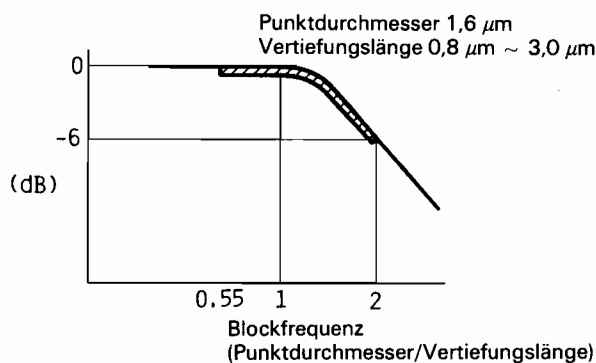

Abb. 44
Die als Vertiefungen auf der Disc gespeicherten Informationen werden von der vierteiligen Fotodiode, die vorn im Abschnitt über den AF-Schaltkreis erläutert wurde, aufgenommen. Die Informationen sind Output von IC01 (20)-Anschluß. Nachdem der obere Wertbereich zur Verstärkung mit einem Transversalfilter von Q03 ~ Q05, CP01, 02 und IC05 korrigiert wurde, ist er Eingabe in den Anschluß (20) des IC01. Er wird von der Vergleichsschaltung auf dem IC01 verglichen und ist dann Ausgabe vom Anschluß (15) (Siehe Abb. 34.) Grundsätzlich wird bei der Korrektur der Verstärkung sowohl die Verstärkung als auch die Phase geändert. Wenn z.B. die Verstärkung um 3 dB in der ersten Ebene des CR-Filters korrigiert wird, verschiebt sich die Phase um 45 Grad. Jedoch bei einem Signal, das von einer Kompakt-Disc aufgenommen wurde, ändert sich die Frequenzdämpfung, aber die Phase oder die Verzögerungszeit ändert sich nicht. Die Frequenzdämpfung wird durch das Verhältnis zwischen den Größen von Durchmesser des aufgenommen Punktes und der Länge der Vertiefung (Siehe Abb. 44.) bestimmt.